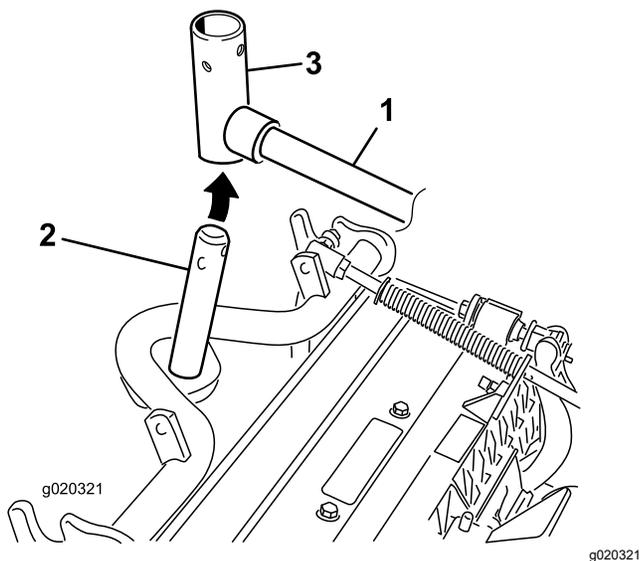

Figura 10
9. Per gli elementi di taglio anteriori, infilate un elemento di taglio sotto il braccio di sollevamento mentre inserite l'albero del telaio portante nella forcella di articolazione del braccio di sollevamento (Figura 10).
- B. Inserite la forcella del braccio di sollevamento nell'albero del telaio portante (Figura 10).